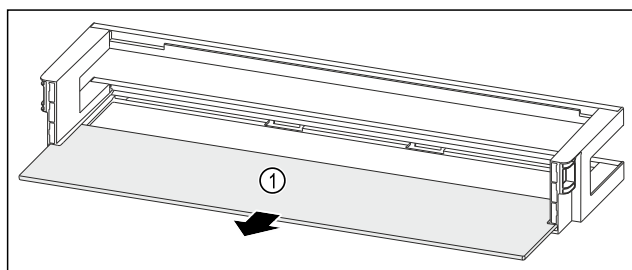

Fig. 221 Polica u vratima s policom za odlaganje
- Izvadite policu Fig. 221 (1).